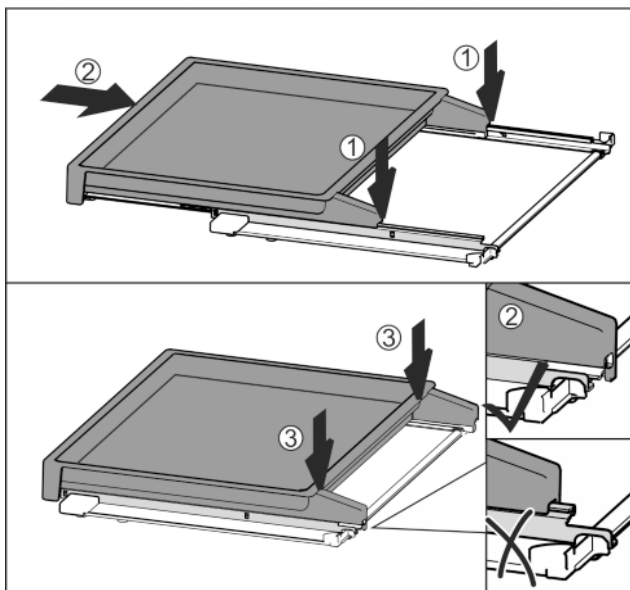

Fig. 38
- ▶ Plateau op het midden van de rails plaatsen *Fig. 38 (1)*.
- ▶ Uitschuifplateau volledig erin schuiven *Fig. 38 (2)*.
- ▶ Tegen de achterkant drukken tot deze hoorbaar vastklikt *Fig. 38 (3)*.